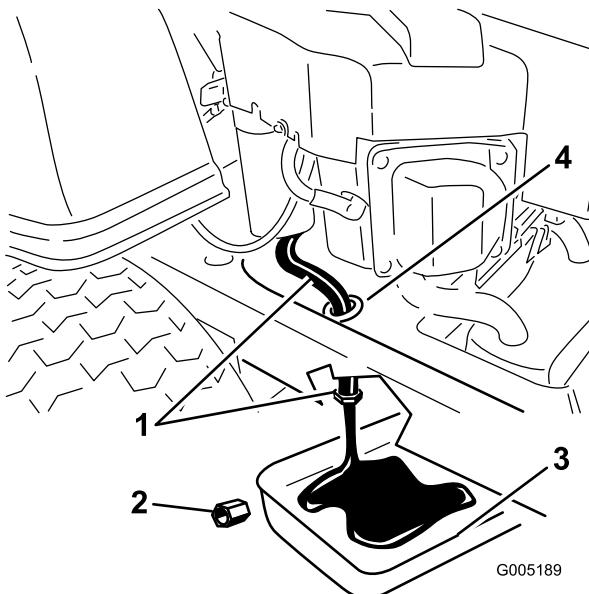

Figura 27
5. Localice el filtro de aceite situado en el lado izquierda del motor. El tapón de vaciado está sujeto al tubo de vaciado pasando por un orificio en el bastidor de la máquina Figura 27 Limpie la zona alrededor del tapón de vaciado del aceite y del tubo de vaciado de aceite.
6. Coloque un recipiente debajo del tubo de vaciado de aceite según se muestra en Figura 27
7. Utilizando dos llaves (una para mantener el tubo de vaciado del aceite y otra para aflojar el tapón) retire el tapón de vaciado de aceite (Figura 27).
13. Cuando se haya drenado completamente el aceite, coloque el tapón de vaciado. Apriete el tapón a un par de 14 N·m (125 pulgadas-libra). Limpie cualquier exceso de aceite Figura 27.